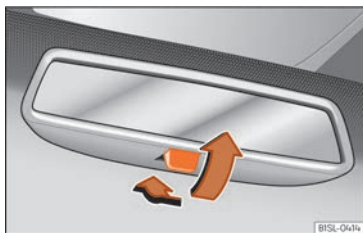

**Fig. 123** Retrovisor antideslumbrante manual.
- Para oscurecer el retrovisor, tire de la palanca hacia atrás »» **fig. 123**.